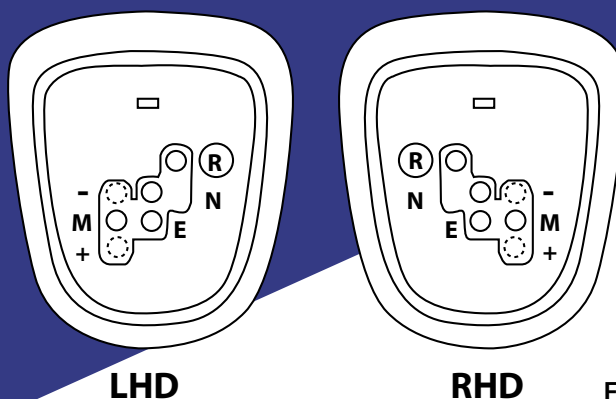

Fig. 1.
Modo Multi Transmissão, ou MMT, é um tipo de caixa de velocidades sequencial oferecido pela Toyota. Contrariamente à transmissão automática convencional que utiliza hidráulica e um conversor de binário, o MMT possui uma embraiagem convencional e um mecanismo mecânico de engrenagens que é controlado de forma eletrónica. A forma mais óbvia de identificar se um veículo está equipado com MMT é através da alavanca de velocidades. Neste tipo de caixa, contrariamente aos restantes sistemas de caixa automática, não existe a posição de Parque (P), verifique Fig. 1.